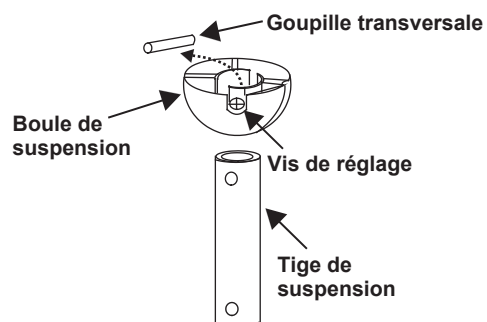

Figure 7
4. Retirez la boule de suspension de la tige de suspension en desserrant les vis de réglage, en retirant la goupille transversale et la boule coulissante de la tige. (Fig. 7)